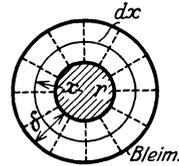

Abb. 72. Kapazität eines Einleiterkabels.
2. Einleiterkabel. Es sei Q die Elektrizitätsmenge auf der Oberfläche des Innenleiters von l cm Länge (senkrecht zur Papierebene Abb. 72), so verteilt sich diese gleichmäßig über die Oberfläche und die Feldlinien sind Radialen, die ihren Anfang auf der Leiteroberfläche und ihr Ende auf dem Bleimantel haben. Die Oberfläche eines Zylinders mit dem Radius x ist $F = 2\pi xl$, somit die Feldliniendichte auf dieser Oberfläche